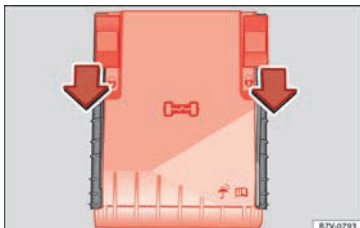

Fig. 61 En el vano motor: tapa de la caja de fusibles.
- Desplace las pestañas de bloqueo hacia delante, en el sentido que indica la flecha para desbloquear la tapa de la caja de fusibles »» fig. 61.